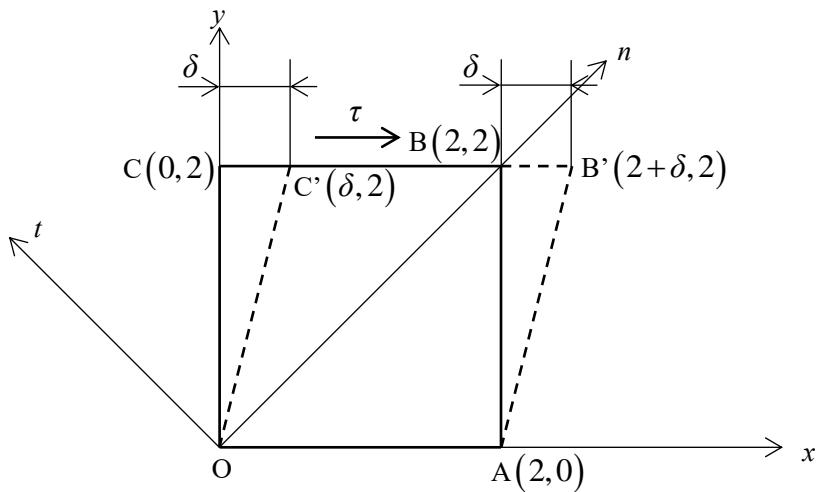

Fig.1 平面応力状態
- [1] 2次元応力状態にある弾性体のある点Oでせん断応力 τ が図1のように作用している。その結果、弾性体の表面に描かれた正方形OABCが変形して平行四辺形OAB'C'になった。ただし、点B, Cのx方向の変位は δ であって、正方形の一辺の長さに比べて十分小さいものとする。 nt 座標系は xy 座標系を反時計回りに $\pi/4$ だけ回転した座標系である。弾性体の材料定数を縦弾性係数 E と横弾性係数 G 、ポアソン比 ν として、以下の問いに答えよ。解答は解答欄に途中式は機航レポート用紙に記入せよ。